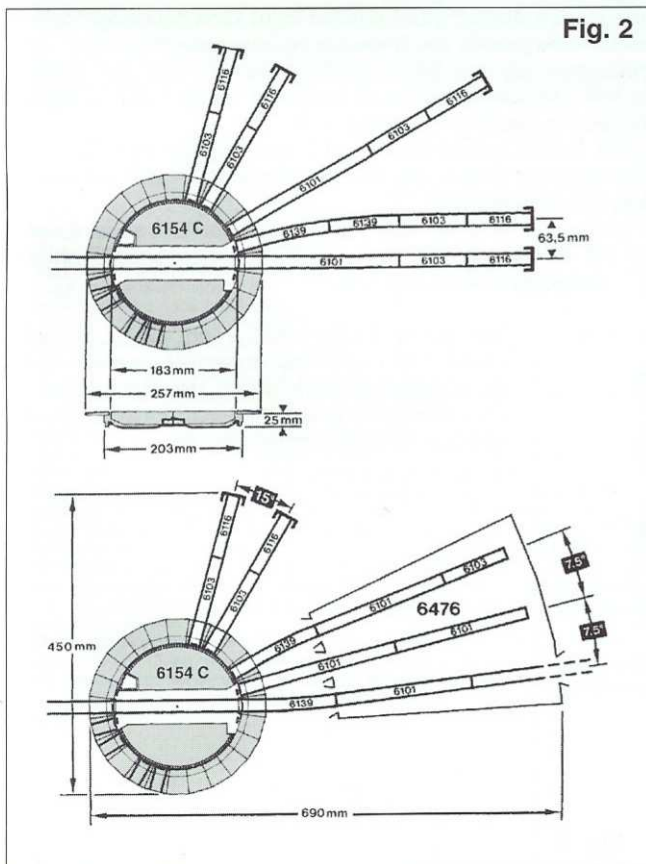

Fig. 2
Gegebenenfalls kann die Drehscheibe auch auf die Anlagenplatte aufgesetzt werden, der Drehscheibenrand muß dann durch Füllstücke (z. B. Styropor) unterlegt werden. Ebenfalls müssen 25 mm hohe Anfahrtsrampen für die Zu- und Abfahrtsgleise geschaffen werden. Die Drehscheibe 6154 C ist mit ihrer **15°-Teilung** mit maximal **24 Gleisanschlüssen** bestückbar. Zur Drehscheibe gibt es den dreiständigen Lokschuppen 6476. Er ist vom Auffahrsegment der Drehscheibe im Abstand von 100mm aufzustellen. Pro Lokstand werden bei Verwendung von FLEISCHMANN PROFI-Gleis 1x 6101 und 1x 6103 benötigt. Verwendet man PROFI-Flex-Gleis 6106 oder Gleise anderer Hersteller, können maximal 325 mm lange Gleise eingebaut werden. Die einzelnen Gleise werden durch die vorderen Tore einbeschoben und von den Halteklammern der Grundplatte gehalten. Anschließend werden sie in Richtung der Drehscheibe etwas herausgezogen und mit je einem Auffahrsegment zusammengesteckt (Fig. 2).
**Installation:** For installing the turntable you will need a hole with 210 mm diameter in your layout board. It will not be necessary to fasten it down, as the turntable will be stopped at fastened tracks. If the turntable has to be laid on top of the layout, a base of polystyrene (or similar) should be laid underneath. In this case entry and exit ramps 25 mm high must be created for the tracks. The turntable 6154 C with its **15° divisions** can have up to a maximum of **24 track exits** clipped in. The three-stall loco-roundhouse 6476 goes with it well. This is located at a distance of 100 mm from the turntable exit segment. Each loco stall requires a piece of FLEISCHMANN Profi-track 1x 6101 and 1x 6103. If using flexible Profi-track 6106, or tracks from other manufactures, then a maximum length of 325 mm can be built on. The individual tracks are pushed through the front doors and help in place by the retaining clips of the baseplate. They are then pulled out a little towards the turntable to be clipped onto each exit segment (fig. 2).
**Montage:** Pour le montage de la plaque tournante il faut prévoir dans la table du réseau un trou de 210 mm Ø. On la dépose dans de logement. Il n'est pas nécessaire de la fixer au moyen de vis car les rails d'accès, qui sont eux-mêmes fixés, suffisent pour la maintenir en place. Il est possible, dans certains cas, de poser la plaque tournante tout simplement sur la table du réseau. Il faut alors camoufler le bord de la plaque et également construire des rampes d'accès de 25 mm. La plaque tournante 6154 C, avec sa **répartition de 15° en 15°**, permet jusqu'à **24 accès**. Le **Set de 3 remises pour locomotives 6476 S'** y adapte parfaitement. Cet ensemble ou de voies d'autres fabrications, ne pas dépasser la longueur totale de 325mm lors du montage. Les voies sont introduites séparément par la porte avant et maintenues en place grâce aux clames de fixation de la plaque de base. En finale, la voie est légèrement ressortie de la remise pour être couplée au segment d'accès de la plaque (fig. 2).
**Inbouw:** Voor het inbouwen van de draaischijf wordt in de grondplaat een gat van 210 mm Ø gezaagd, zodat de draaischijf erin geplaatst kan worden. Het vastschroeven is niet noodzakelijk, omdat de draaischijf boven de te bevestigen oprijrail gehouden wordt. Eventueel kan de draaischijf ook op de grondplaat geplaatst worden. De draaischijf moet dan door vulstukken, bijv. Styropor, bekleed worden. Eveneens moeten 25 mm hoge opritten voor de op- en afrijrails gefabriceerd worden. De draaischijf 6154 C heeft een **15°-indeling** en maximaal **24 rail-aansluitmogelijkheden**. De draaischijf kan met de **driedelige locloods 6476** worden gecombineerd. De afstand tussen de draaischijfdraden en de locloods bedraagt dan 100mm. Per locopstelling zijn er, indien FLEISCHMANN PROFI-Rails worden gebruikt, 1x 6101 en 1x 6103 nodig. Bij het gebruik van Profi-Flexrails 6106 of rails van andere fabrikanten is er in de locloods maximal 325mm lengte beschikbaar. De railstukken worden onder de deuren naar binnen geschoven en door de klemmen in de bodemplaat vastgehouden. Vervolgens worden de rails iets in de richting van de draaischijf teruggetrokken om met één van de oprijrails te worden vastgeklemd (fig. 2).